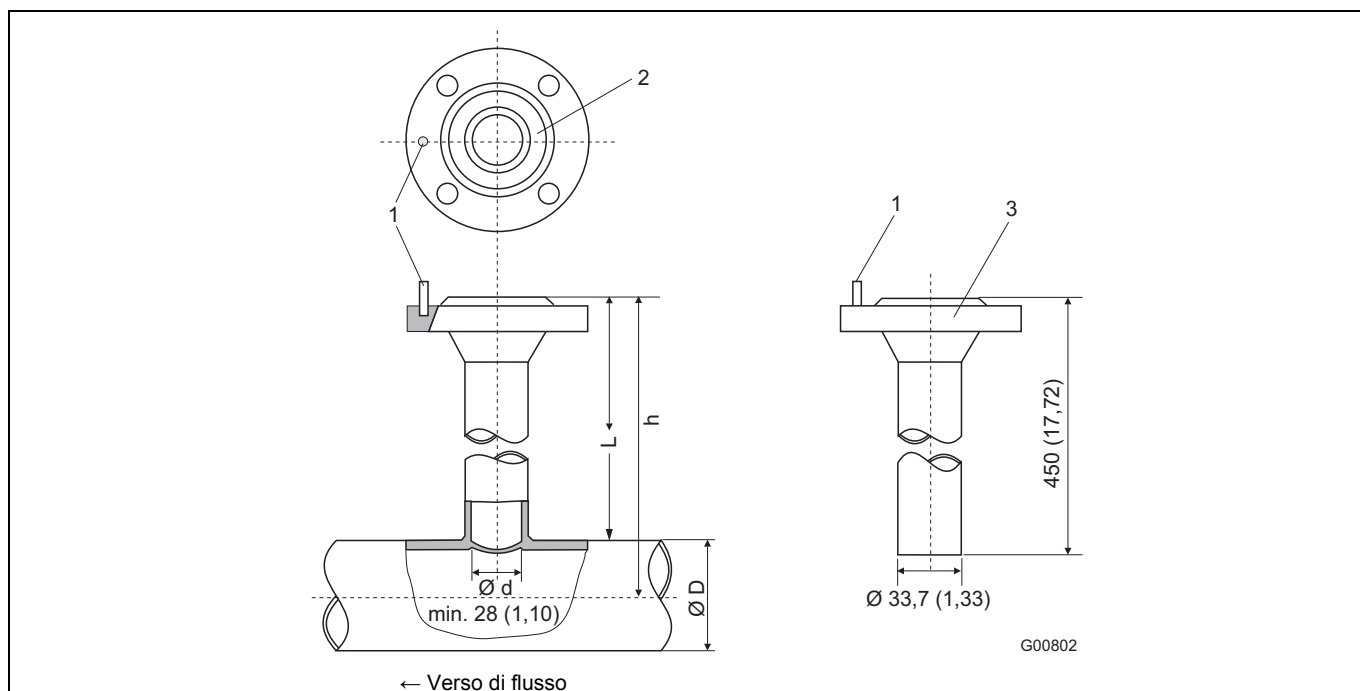
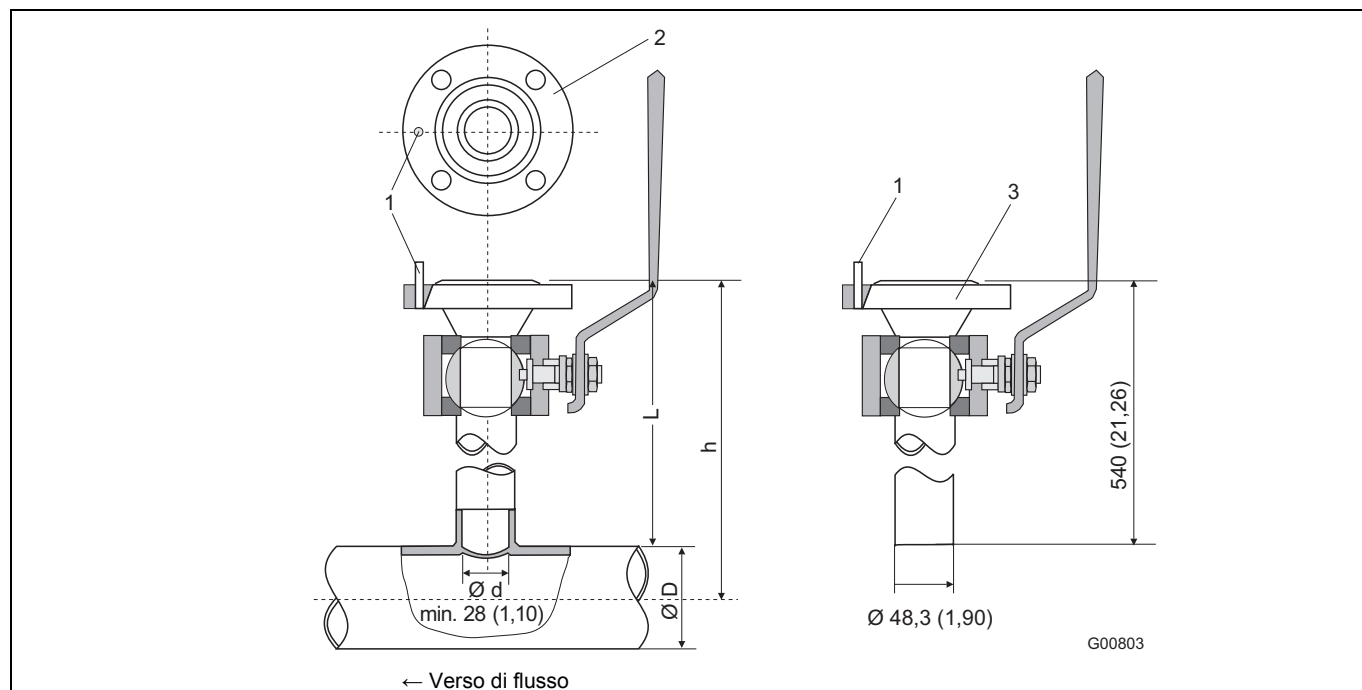

Fig. 7 - Dimensioni in mm (inch)
Fig. 8 - Dimensioni in mm (inch)
- 1 Dopo la saldatura, l'adattatore a saldare deve avere la lunghezza L (vedere fig. 7 e fig. 8)